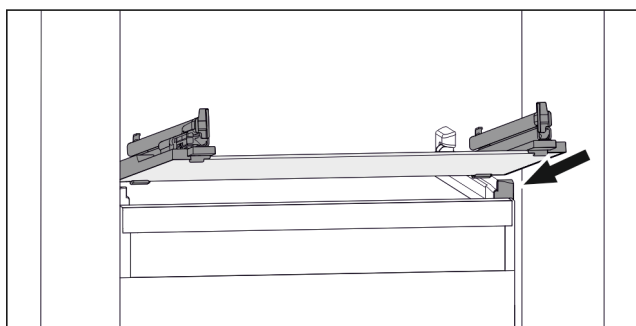

Fig. 113 Representación de la placa de vidrio a modo de ejemplo
- ▶ Coloque la placa de vidrio inclinada detrás de los topes. (consulte Fig. 113)